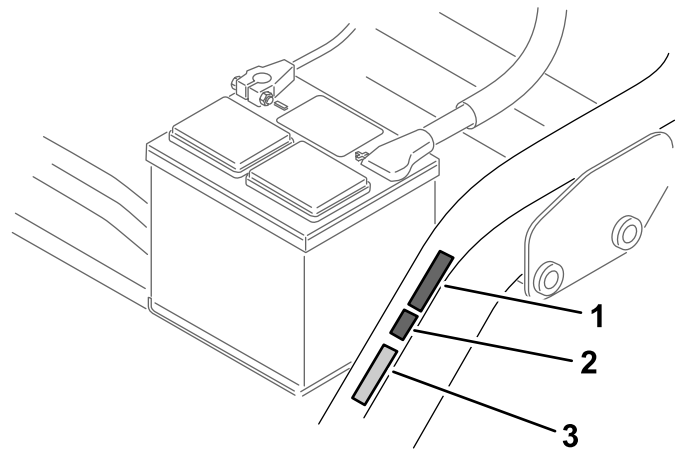

Bild 17
- Bringen Sie den CE-Kennzeichnungsaufkleber neben der Seriennummernplatte an (Bild 17).
- Bringen Sie den CE-Herstellungsjahr-Aufkleber neben dem CE-Kennzeichnungsaufkleber an (Bild 17).